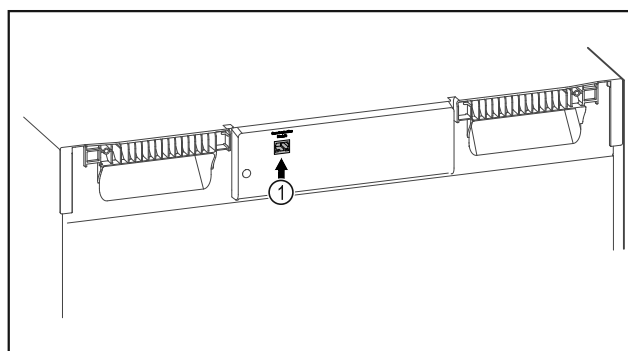

Fig. 88
- ☐ SmartModule Fig. 88 (1) inserito.